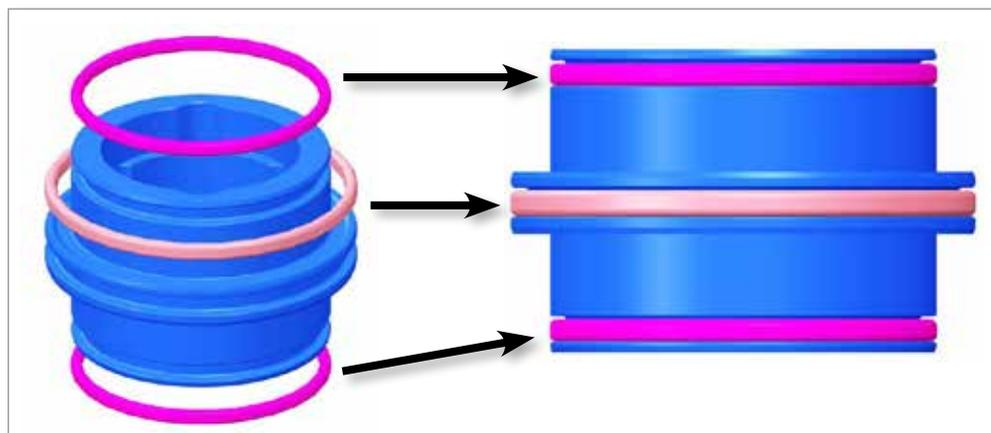
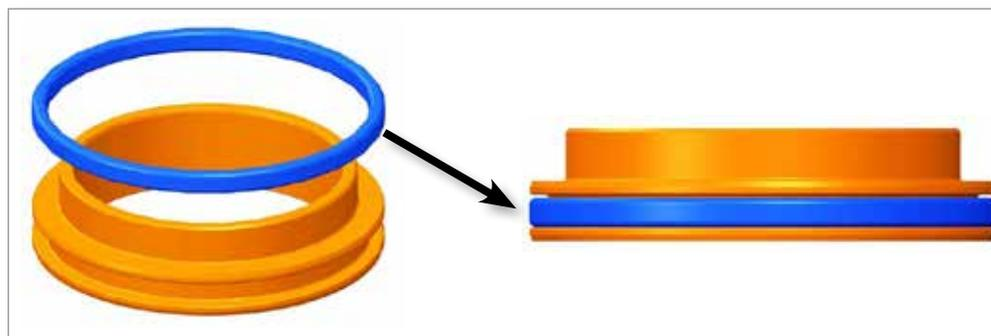

Figura 11-3 Installazione degli O-ring della parte superiore del pistone
Figura 11-4 Installazione degli O-ring della parte inferiore del pistone
2. Come mostrato nello schema di assemblaggio generale, installare gli O-ring nelle scanalature sulla parte superiore e su quella inferiore del pistone. Spingere con cura gli O-ring nelle scanalature utilizzando il dito. Accertarsi che gli O-ring siano saldamente in sede nella scanalatura. Vedere la Figura 11-3 e la Figura 11-4.